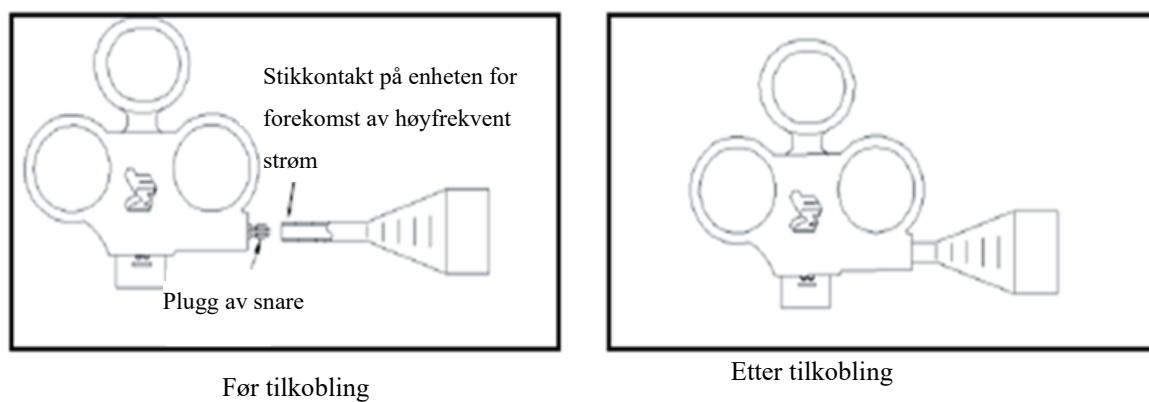

Figur 2
2. Bruk snarehåndtaket for å trekke løkken tilbake inn i det ytre røret (som vist i figur 2). Snaren kommer inn i